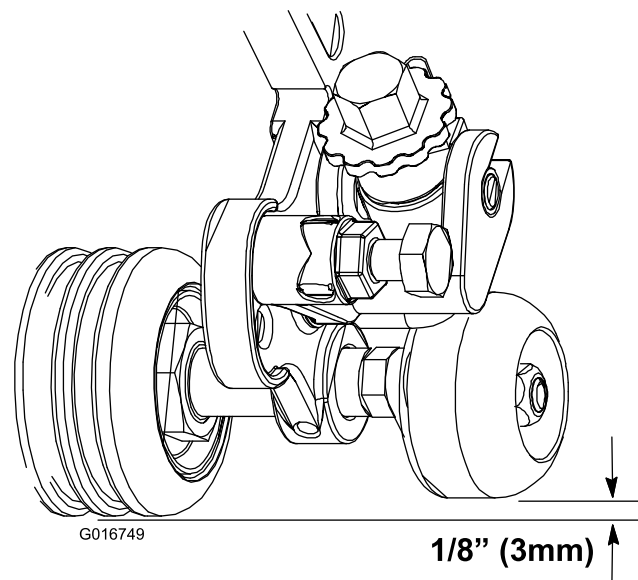

Figure 2
6. Tournez le rouleau vers le bas jusqu'à ce qu'il soit 3 mm plus haut que le rouleau avant (Figure 2).